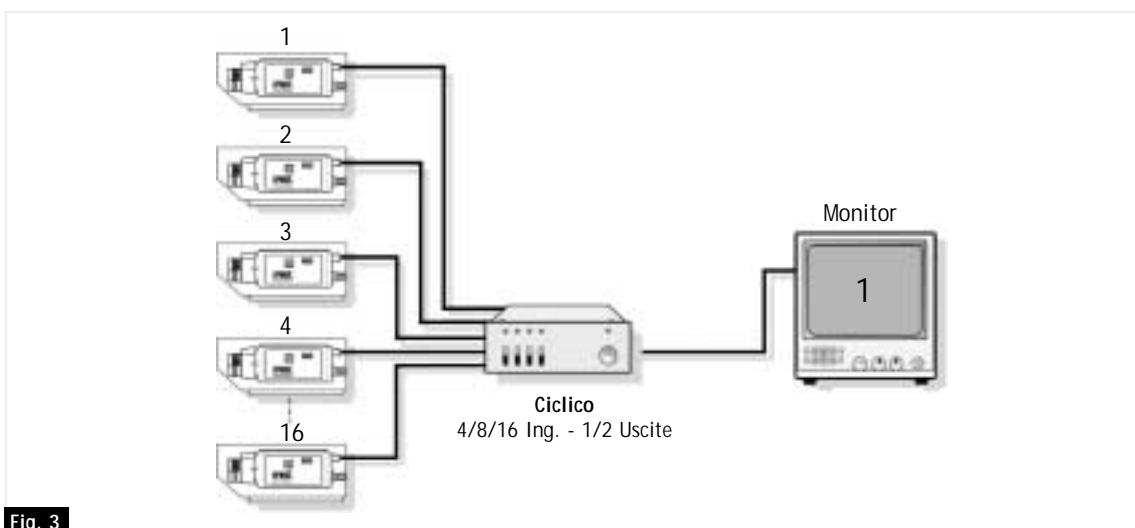

Fig. 3
2. Se diverse telecamere devono essere commutate su un singolo schermo, in sequenza od una alla volta su comando, bisogna disporre di selettori video. Il **Selettore ciclico** [fig. 3] è un dispositivo in grado di commutare più telecamere sullo stesso schermo, tra-